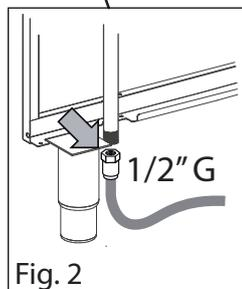

Fig. 2
- Abrir la llave de corte arriba del aparato (Fig. 2);
- Montar de nuevo el tornillo con la arandela de estanqueidad gas en el alojamiento correspondiente, abrir el grifo de corte antes del aparato (Fig. 2) y comprobar que no hay fugas de gas.